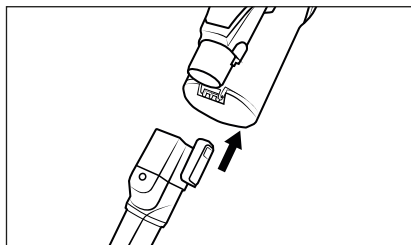

Fig. 14
- ◆ Sæt tilbehøret på sugerør **23** eller produktets sugeåbning, indtil det klikker hørbart på plads (se fig. 14). Vær opmærksom på, at låsen har den rigtige stilling.